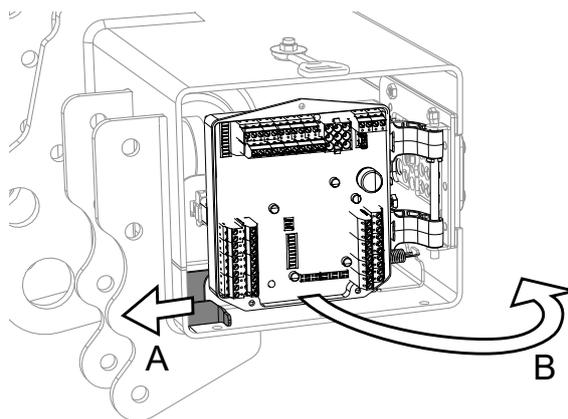
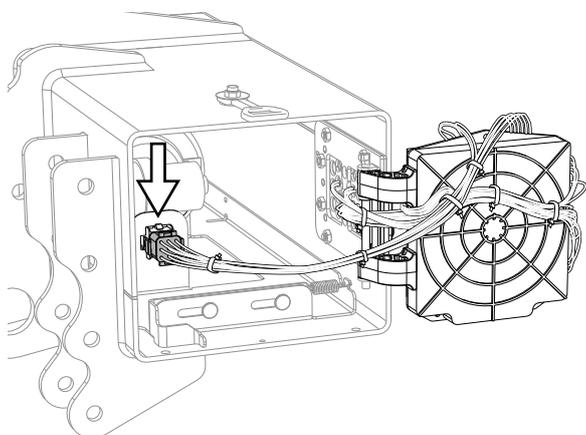

Figura 17. Mando de liberación de la tarjeta de control
Figura 18. Conector
3. Desplegar la tarjeta de control (B) y aflojar el cableado del conector de la unidad hidráulica, véanse Figura 17 y Figura 18.